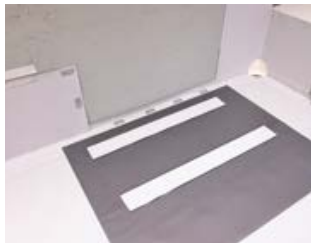

Рисунок 5.13. Выполнение примыкания к парапету с применением полимерной мембраны, армированной полиэстеровой сеткой с устройством «скрытого кармана»
5.5.6. Примыкание полимерной мембраны к парапету рекомендуется выполнять с устройством «скрытого кармана». При этом, необходимо использовать полимерную мембрану, армированную полиэстеровой сеткой, например, LOGICROOF V-RP (рис. 5.13). Подробнее, выполнение примыкания полимерной мембраны к парапету рассмотрено в разделе 5.6.